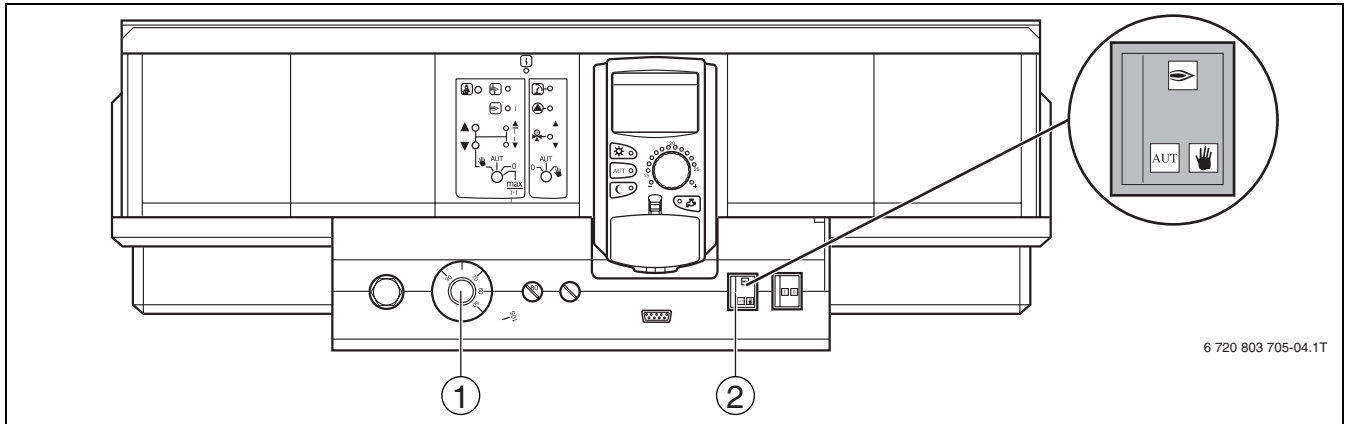

Bild 14 STB über den Schalter Notbetrieb Brenner prüfen
- ▶ Schalter Notbetrieb Brenner (→ Bild 14, [2], Seite 15) auf **Hand** stellen.
- ▶ Knopf des Temperaturreglers (→ Bild 14, [1], Seite 15) abziehen.
- ▶ Schalter Notbetrieb Brenner (→ Bild 14, [2]) auf **AUT** stellen.